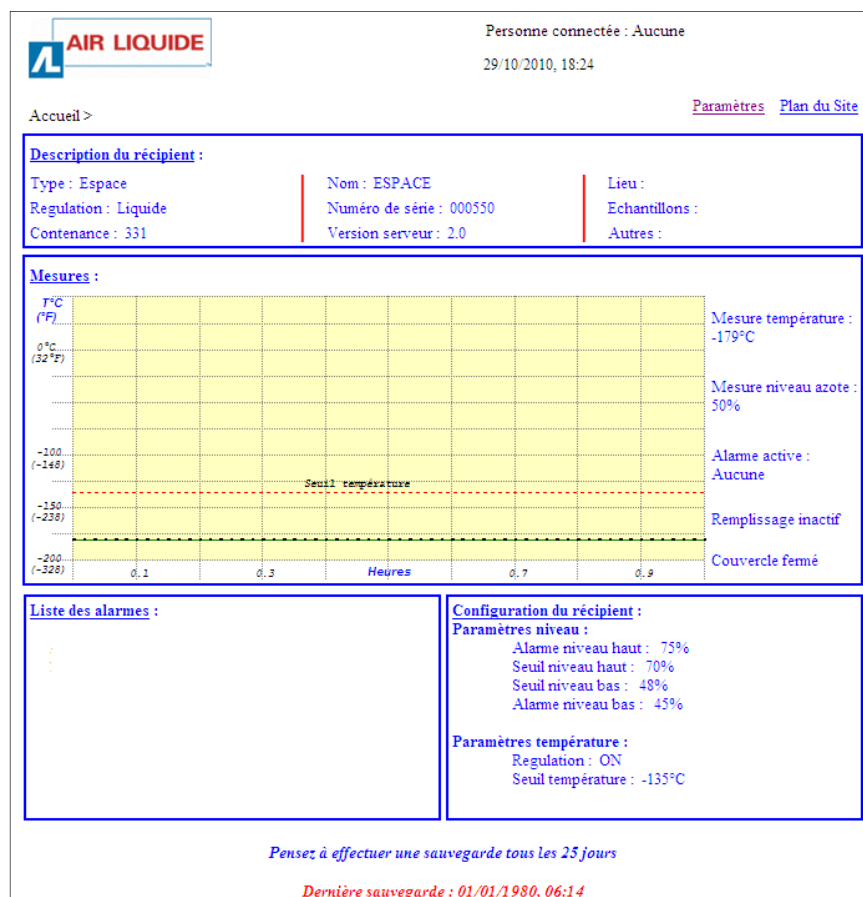

Figura 14-7: janela Inicial do servidor Web incorporado.
- Quando o navegador Internet apresenta a página *Inicial* do servidor Web incorporado (ver Figura 14-7), clicar em *Parâmetros*.